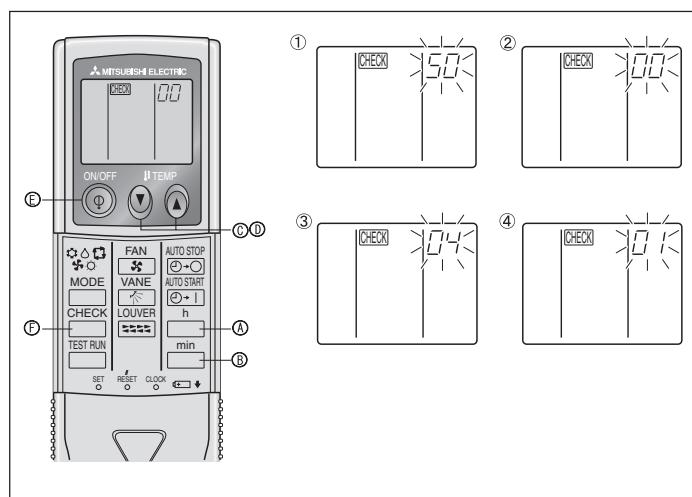

Fig. 6-10
⑧ Нажмите кнопку MODE ⑩, и режим и номер установки (1) и (2) переключаются в состояние постоянного отображения на дисплее, что позволяет подтвердить содержание настройки.
⑨ Одновременно нажмите кнопку ⑪ FILTER (ФИЛЬТР) и кнопку ⑫ TEST RUN (ПРОБНЫЙ ПРОГОН) и удерживайте их в течение приблизительно двух секунд. Через несколько секунд исчезнет индикация выбора функций, и на дисплее загорится индикация OFF (ВЫКЛ.) кондиционера воздуха.
2) Для беспроводного пульта дистанционного управления (Fig. 6-10)